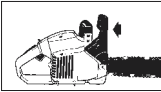

Abb. 7A
**GEZOGEN UND ARRETIERT IST** (Abb. 7A).